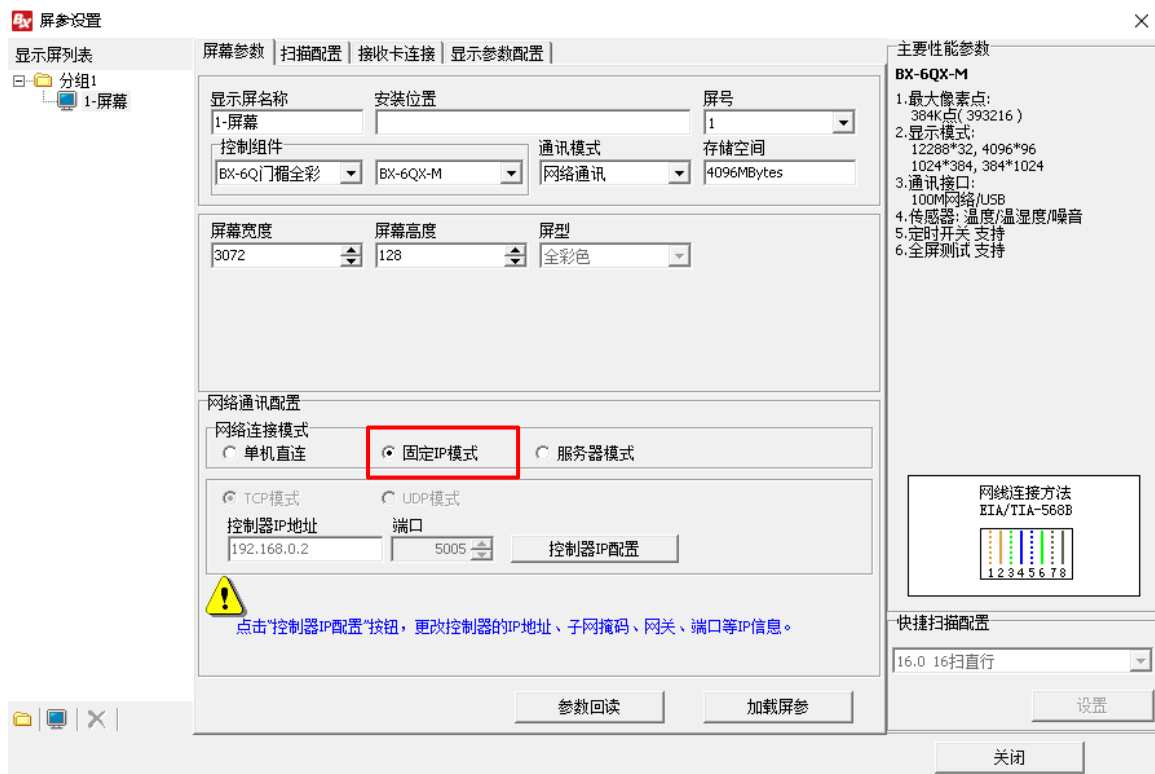

图 3
3. 网络通讯配置下的“网络连接模式”选择“固定 IP 模式”，如图 3 所示。